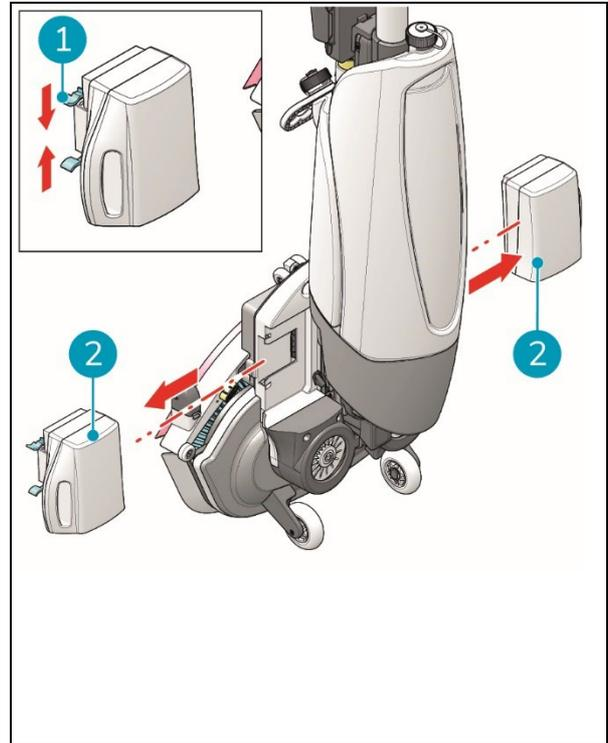

Abbildung 28
3. Drücken Sie beide Kunststoffstifte nach innen (Abbildung 28, Pos. 1), ziehen Sie jeden Akkupack weg (Abbildung 28, Pos. 2).